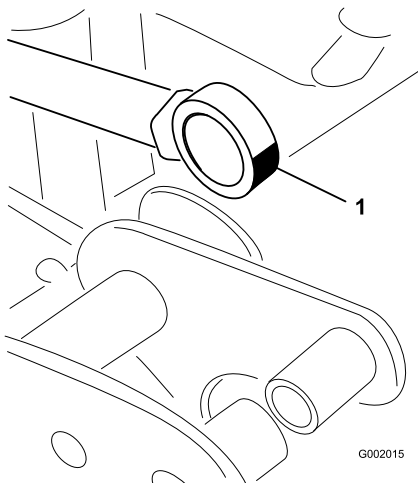

Figure 71
5. Faites pivoter roulement d'extrémité de la tige et appliquez de la graisse dans le roulement (Figure 71).